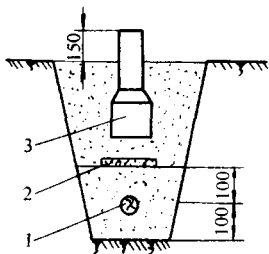

图 1-3
(8) 回填土 回填的土中要去除垃圾、大石块及化学腐蚀性的土壤，换土，分层夯实。
(9) 埋设标示桩 在回填土填到一半左右，在电缆的实际路径上方埋设标示桩，如图 1-3 所示。标示桩上标有红色闪电“N”标记，标有电缆在地下的顺序编号。
(10) 制作电缆终端头及接地接零